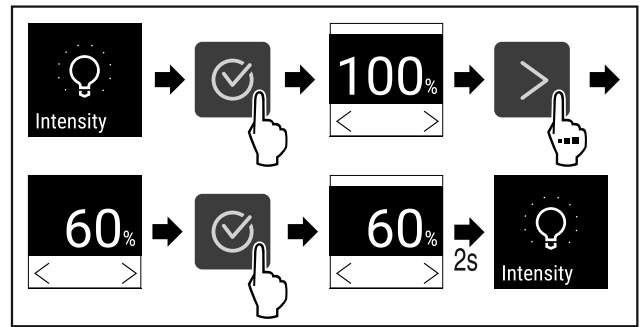

Fig. 71
- ▶ Εκτελέστε τα βήματα ενεργειών (βλέπε Fig. 71) .